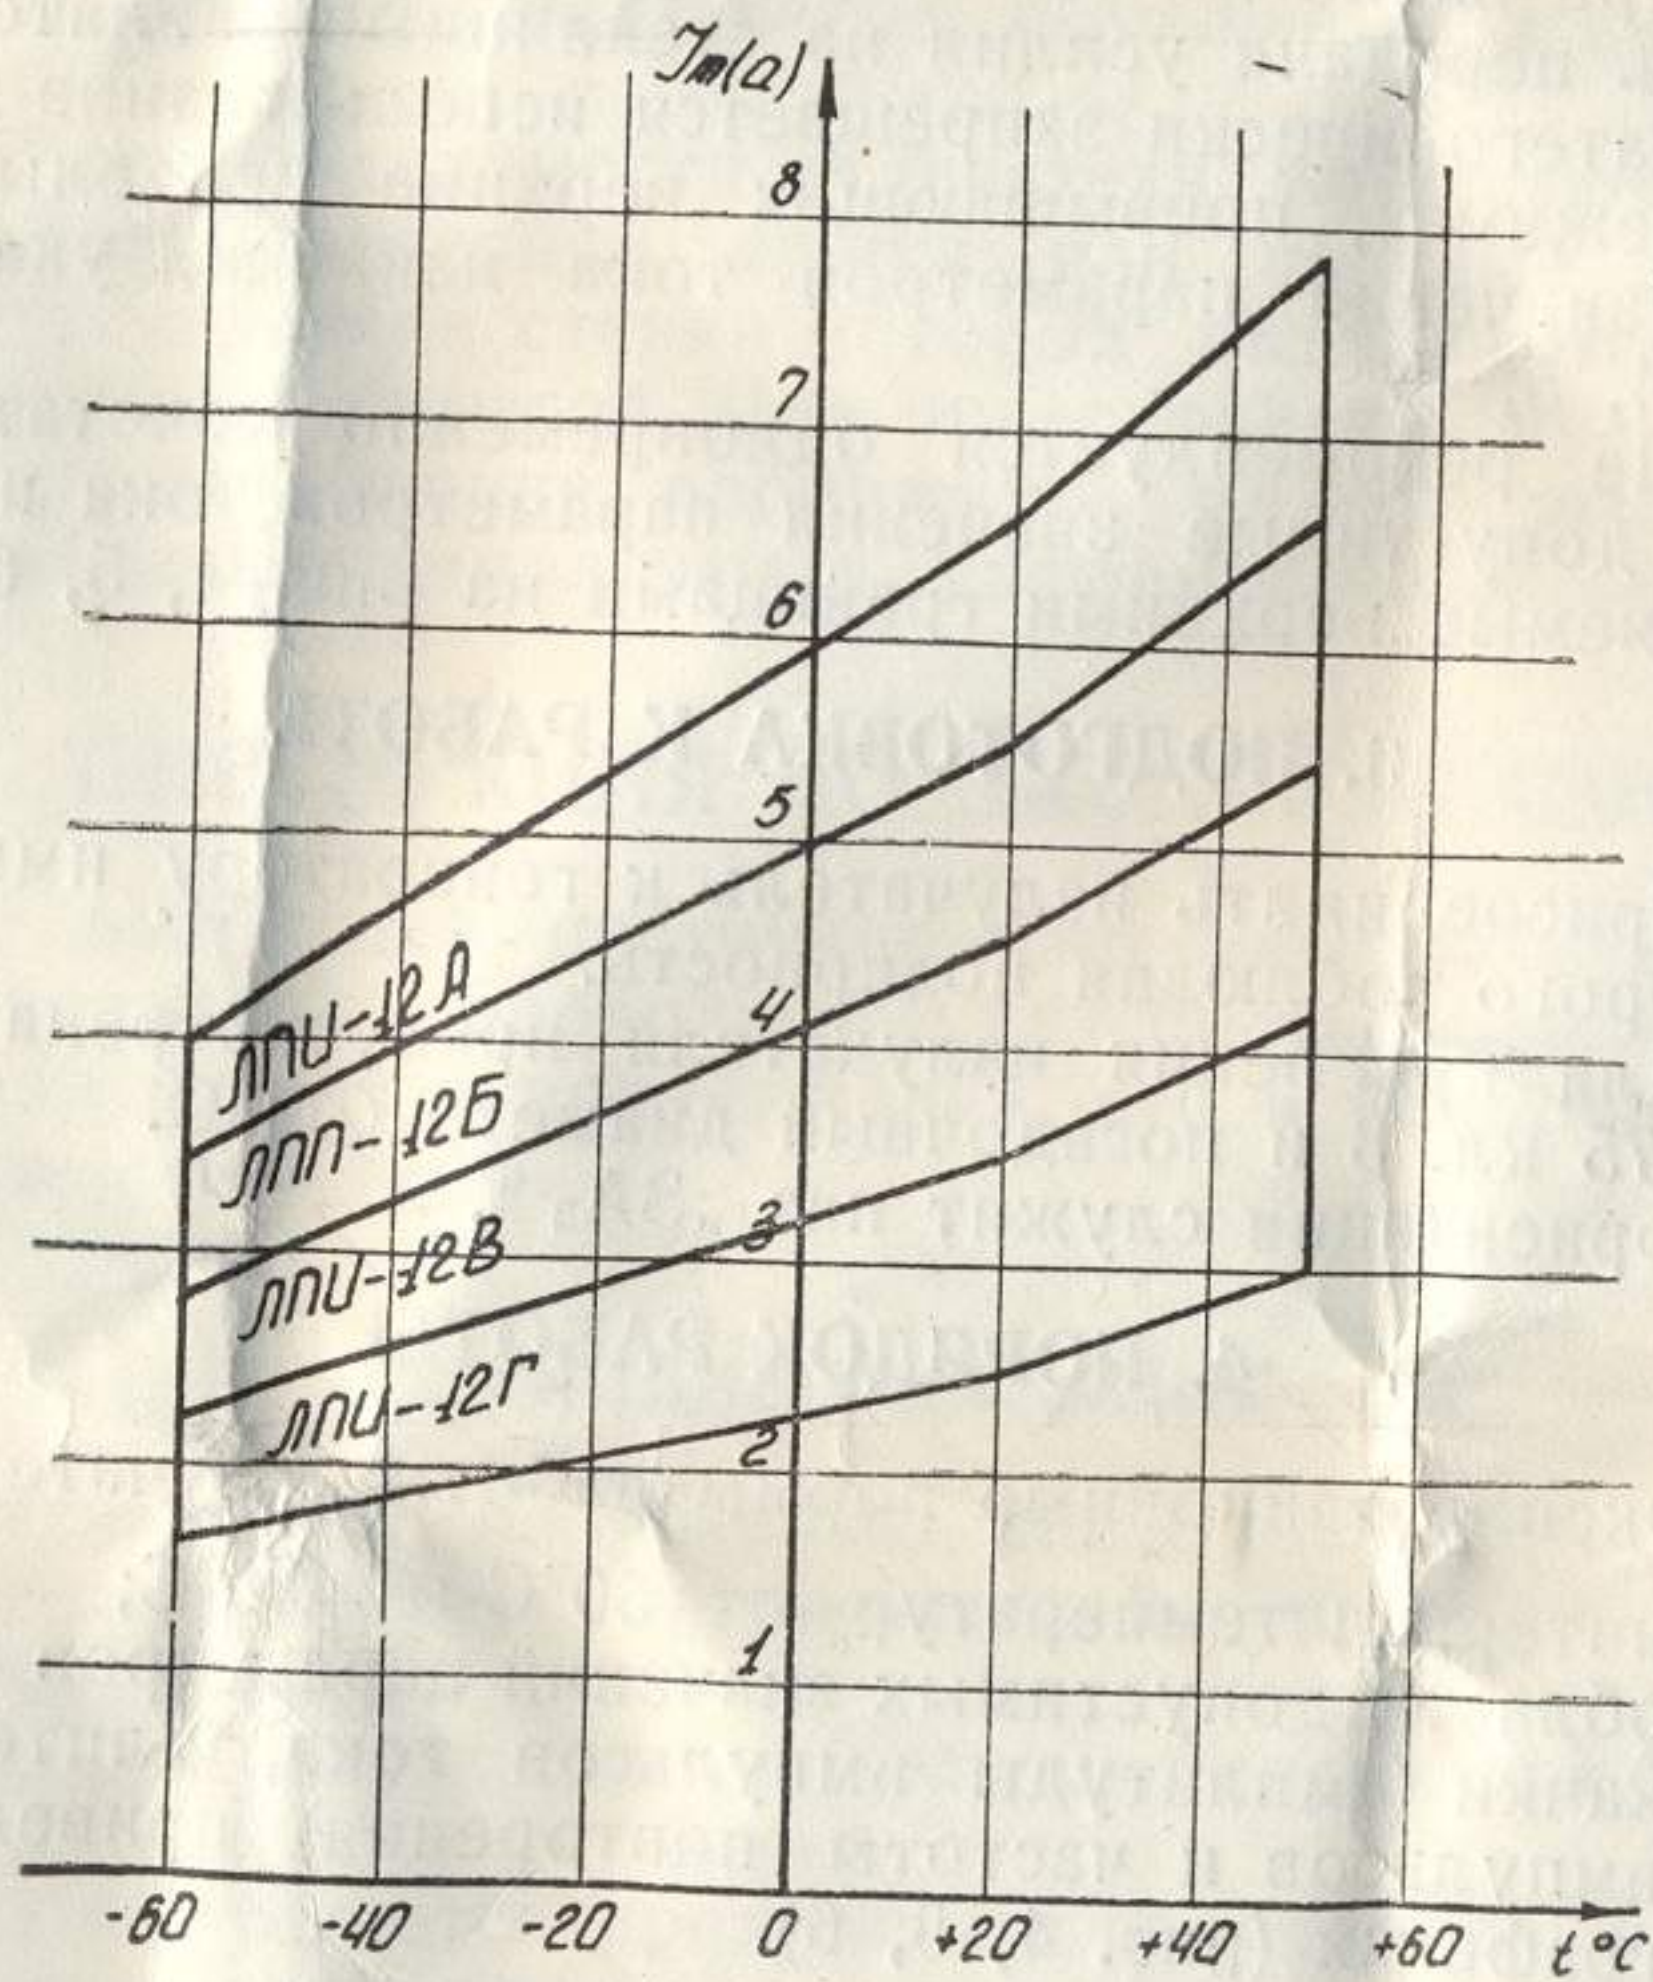

Рис. 4
2.12. Категорически запрещается использование излучателя в режимах, превышающих верхние пределы допустимых значений параметров тока накачки, указанных на рис. 4, 5, 6.
2.13. Не рекомендуется одновременно сочетать предельно допустимые значения параметров тока накачки, определяемые верхними границами на рис. 4, 5, 6.
—области допустимых значений параметров тока накачки (амплитуды импульсов тока, длительности импульсов и частоты повторения) приведены на графиках (рис. 4, 5, 6).